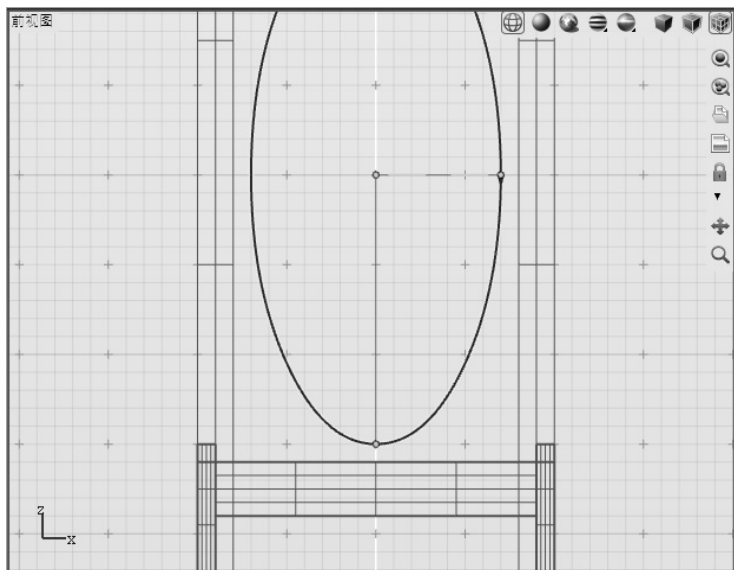

图 5-27 设置椭圆第 2 个轴端点位置
4) 当控制台提示“轴端点#2”时,如图 5-27 所示,单击第 2 个端点位置,结束椭圆绘制。